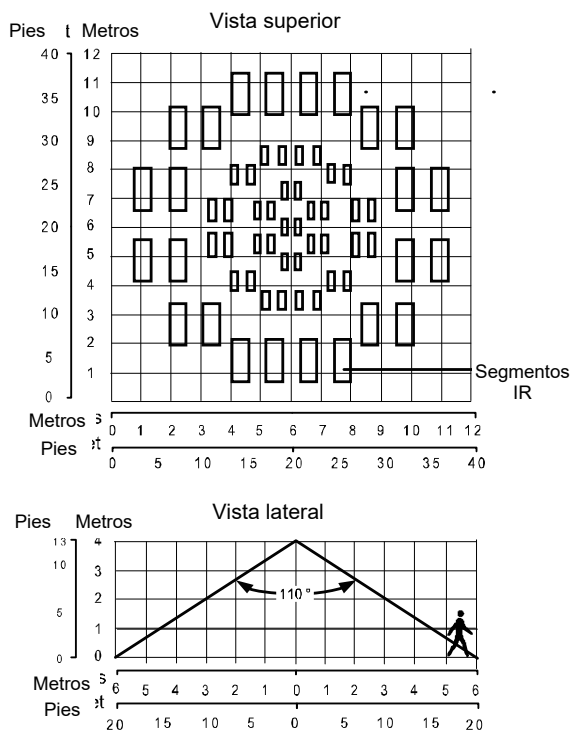

Figura 5: Vista superior y lateral
Para obtener la mejor detección PIR con el dispositivo LuNAR FireWatch inalámbrico, se recomienda situarlo directamente sobre el centro de la zona protegida. La lente del PIR proporciona sectores (haces) de detección dispuestos en tres niveles ópticos omnidireccionales; externo (12 sectores), medio (12 sectores) e interno (7 sectores). Esta disposición asegura la mejor cobertura de la zona vigilada (*ver la Figura 5*).
- Para una detección óptima, seleccione un lugar susceptible de interceptar a un intruso que se desplace por el patrón de cobertura (*ver la Figura 5*). Dos minutos después de recibir alimentación (periodo de calentamiento), realice un test de movimiento del detector por toda la zona protegida para verificar el correcto funcionamiento de la unidad.